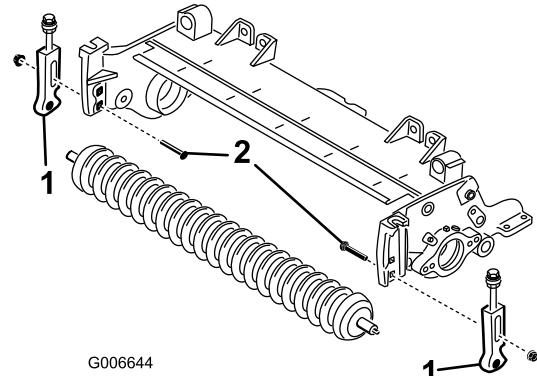

図 19
12. 刈高ブレケットをカッティングユニットのサイドプレートに固定しているキャリッジボルトを外す図 19。
13. 刈高ブレケットを前ローラシャフトに固定しているキャップスクリュとロックナットをゆるめる図 19。
14. カッティングユニットのサイドプレートから刈高ブレケットと前ローラを取り外す図 19。